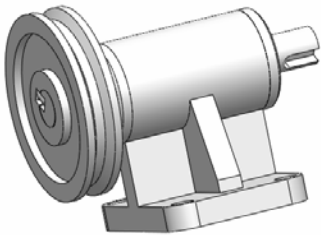
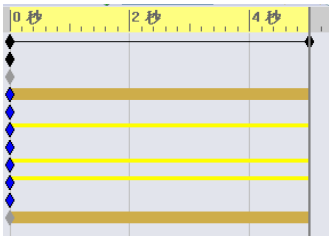

图 13-37 传动动画
图 13-38 MotionManager 界面
④ 在属性管理器中选择“等速”运动，单击属性管理器中的“确定”  按钮，完成马达的创作。
⑤ 单击 MotionManager 工具栏上的“播放” ，带轮通过键带动轴绕 Z 轴旋转，传动动画如图 13-37 所示，MotionManager 界面如图 13-38 所示。